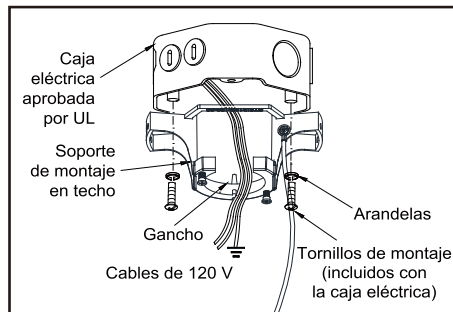

Figura 11
1. Pasa los cables de suministro de 120 Va través del orificio central en el soporte de montaje deslizante. (Figura 11)
2. Instala el soporte de montaje deslizante sobre la caja eléctrica deslizando aquel sobre los dos tornillos incluidos con la caja. Si es necesario, usa arandelas niveladoras (no incluidas) entre el soporte de montaje deslizante y la caja eléctrica. El lado plano del soporte tiene que quedar apuntando hacia la caja, como se muestra. (Figura 11)